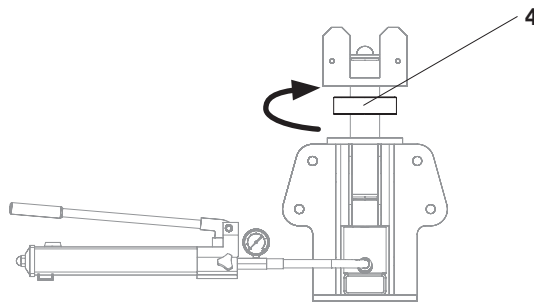

Fig. B1.25
3. Avvitare verso l'alto il dado dell'albero di testa (4) a 10 mm. (Fig. B1.25)